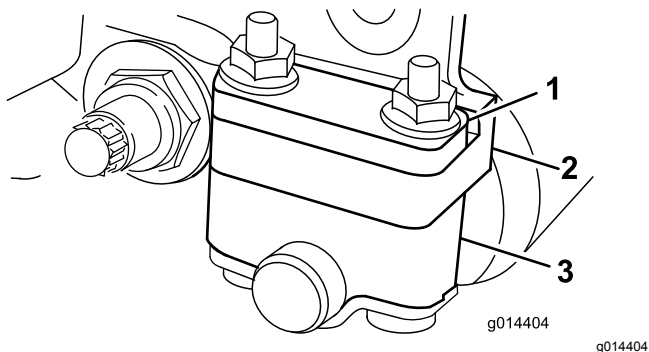
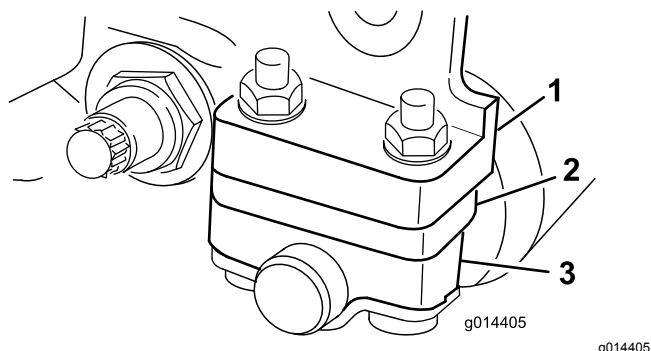

図 14
図 15
使用する刈高によって、後ローラブラケットの取り付け位置を低位置または高位置 図 14 または 図 15 から選択する必要があります。
- 刈高 1.5-6 mm の場合 図 14 のように、スペーサをサイドプレート取り付けフランジの上にセット出荷時の設定する。
4. 必要に応じてスペーサを、ローラブラケットの上または下にする 図 14または図 15。